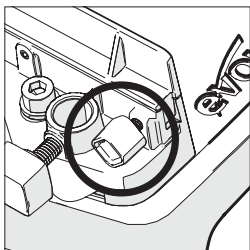

Fig. 5
- Slăbiți șurubul cu cap striat (**Fig. 5**).